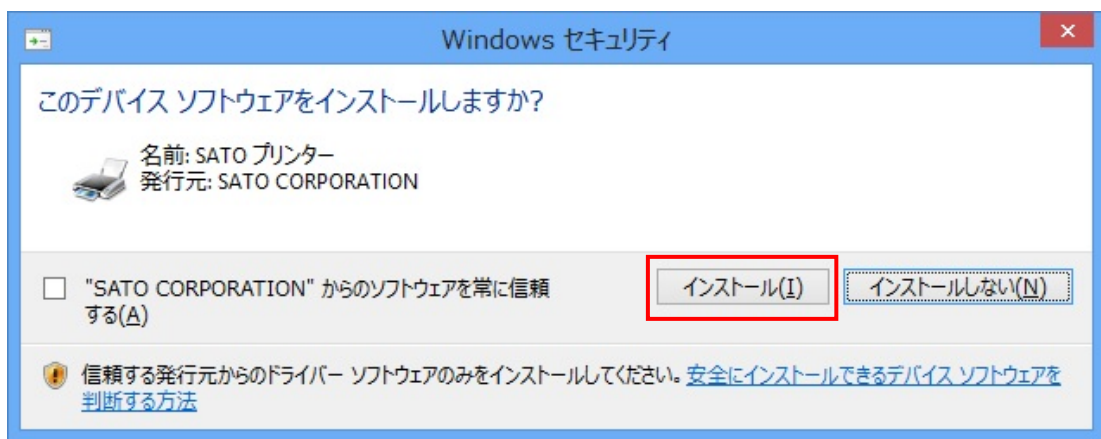

図 3.1.2. セキュリティ警告画面
①「プリンタの選択」でインストールするプリンタを選択し、④「プリンタの名称」にプリンタ名称を入力してください。③「次へ」をクリックするとインストール処理を開始します。
③「次へ」をクリックすると、Windows Vista 以降の OS では「図 3.1.2. セキュリティ警告画面」が表示されますので、「インストール(I)」を選択してください。(Windows XP/Server2003 ではメッセージ内容が異なります。インストール継続を選択してください。)